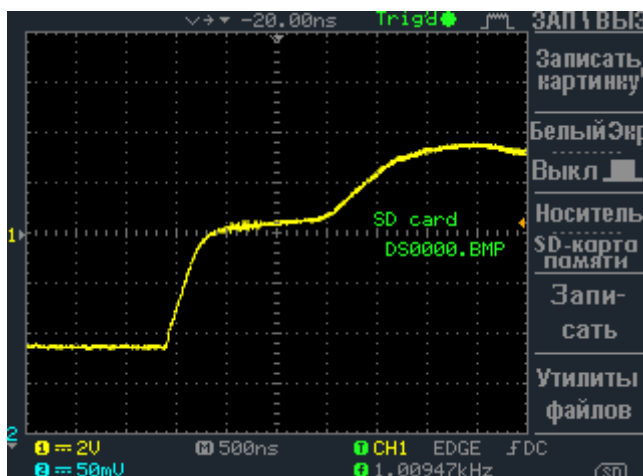

Рисунок 6.1. Несогласованная линия. Видео: [enip2.ru/files/rs485\\_01.zip](http://enip2.ru/files/rs485_01.zip)
- Несогласованная линия – на видео (рис. 6.1) видно, что длительность импульса резко меняется на 2 мкс, что может привести к отбрасыванию пакетов принимающими устройствами, по причине отсутствия синхронности передаваемых импульсов. Так же имеется «ступенька» прямо над порогом срабатывания приемника, что, при незначительно ухудшившихся условиях, может привести к состоянию неопределенности и так же повлияет на время фиксации приемником входящего импульса. В целом, в лабораторных условиях работа на подобной линии вполне возможна, однако для реальных объектов нелишним будет провести мероприятия по согласованию линии.